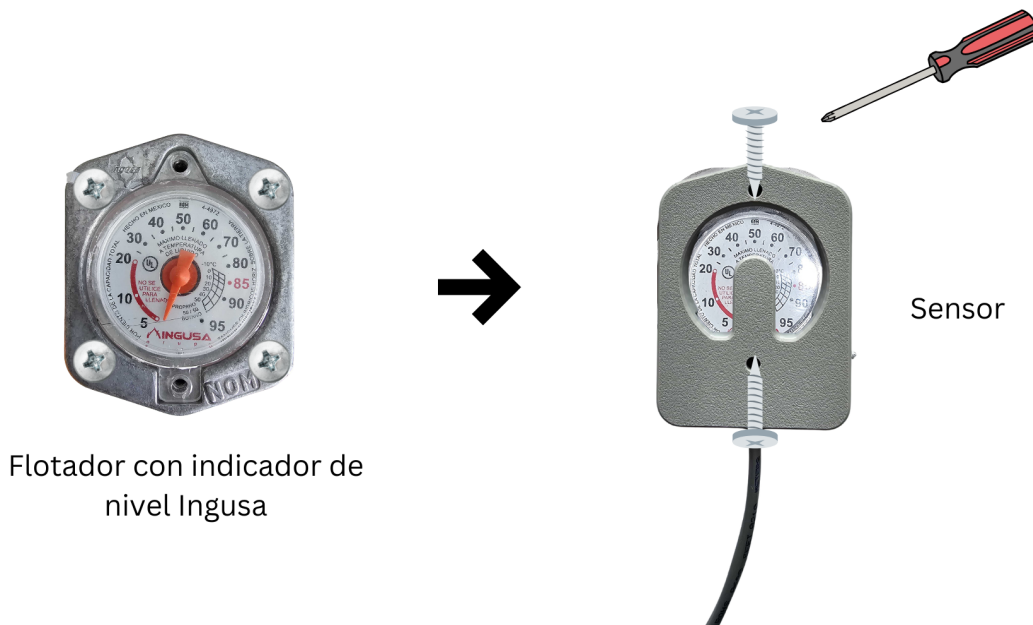

Figura 4 Instalación de la carátula indicadora de nivel Ingusa y del sensor del dispositivo
1. Alinee la carátula indicadora de nivel Ingusa, incluida en la caja, sobre el flotador, tal como se ilustra en la Figura 4.
2. Coloque el sensor sobre la carátula, asegurándose de que todos los números de la carátula permanezcan visibles, como se muestra en la Figura 4.